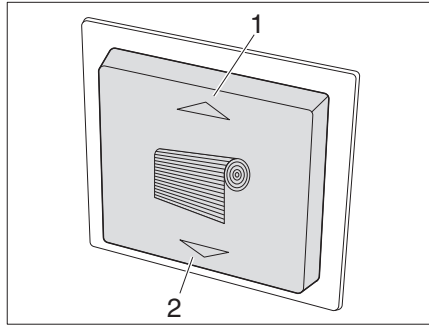
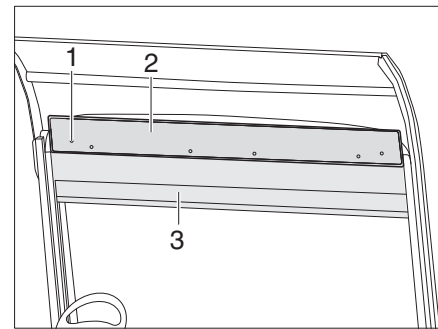

Fig. 77 Interruttore della tenda a rullo
Fig. 79 Funzione di emergenza tenda a rullo
- Chiusura:** ■ Premere il tasto (Fig. 77/2). La tenda a rullo (Fig. 79/3) per il parabrezza si sposta verso il basso.
- Apertura:** ■ Premere il tasto (Fig. 77/1). La tenda a rullo (Fig. 79/3) per il parabrezza si sposta verso l'alto.
- Svitare le 6 viti (Fig. 79/1) dalla cassetta della tenda e togliere il coperchio (Fig. 79/2).
- Agganciare la manovella a uno dei due motori e sollevare o abbassare la tenda a rullo (Fig. 79/3).